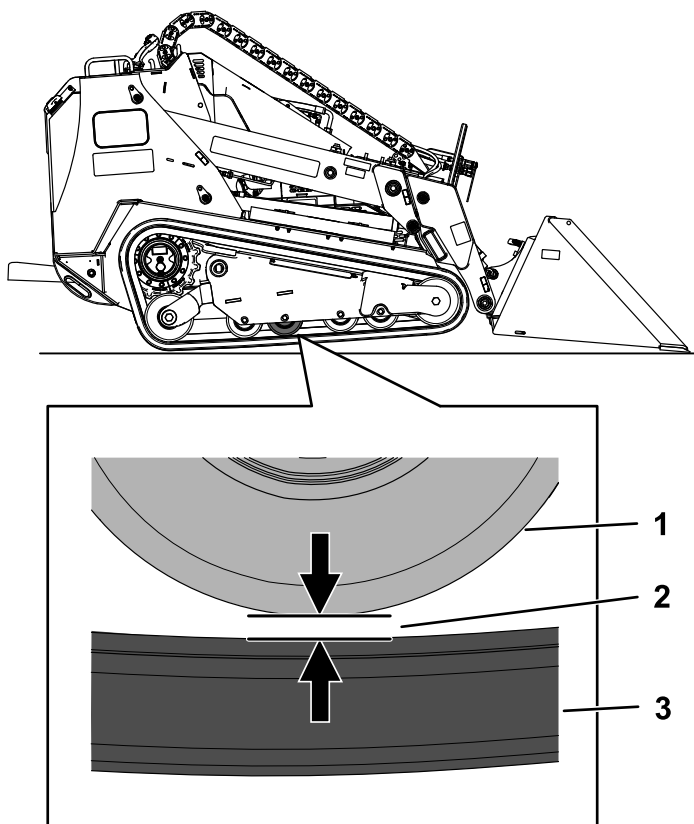

Figura 65
4. Compruebe que la distancia entre la segunda rueda de rodaje, contando desde atrás, y la oruga es de 20 mm (0.8"), como se muestra en la Figura 65. Si es necesario realizar ajustes, vaya a Ajuste de la tensión de las orugas (página 57)
7. Usando una llave de carraca de 1/2", gire el tornillo tensor hasta que la distancia entre la rueda de rodaje y la oruga sea de 20 mm (0.79"), como se muestra en la Figura 65.
11. Usando una llave de carraca de 1/2", gire el tornillo tensor en sentido antihorario hasta que la distancia entre la rueda de rodaje y la oruga sea de 20 mm (0.79"), como se muestra en la Figura 65.